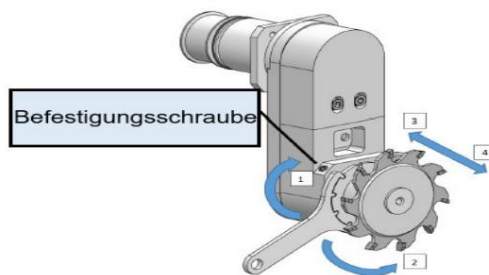

Bild 36: Justering av ritsningsenheten
- Om nyckeln vrids i riktning mot position 1, bild 36, rör sig bladet i riktning mot position 3, bild 36.
- Om nyckeln vrids i riktning mot position 2, bild 36, rör sig bladet i riktning mot position 4, bild 36.
Steg 3: Lossa skruven (punkt 1, bild 36) och ta bort sågbladet (punkt 2, bild 36). Var försiktig så att du inte justerar klyvkniven!